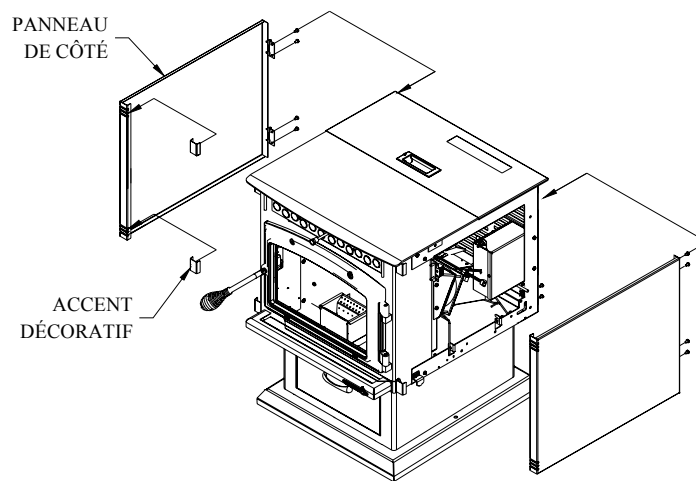

Figure 13
- 7- Montez les panneaux de côté en place. Utilisez 2 vis par penture et insérez les accents décoratifs à l'arrière des ouvertures, en haut et en bas des panneaux de côté.(Figure 13)